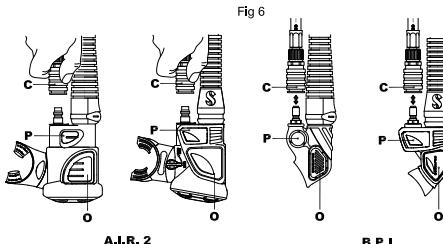

рис. 6
Для подключения быстроразъемного соединения (рис. 6 - С):
Для надувания КП нажмите кнопку высокопоточного клапана инфлятора (рис. 6-Р). Воздух должен поступить вовнутрь КП. Для лучшего контроля во время поддува подавайте воздух малыми порциями, нажимая и отпуская кнопку PIV.
2. Продолжайте выдох, сильно нажимая кнопку клапана орального поддува (рис. 6-О).